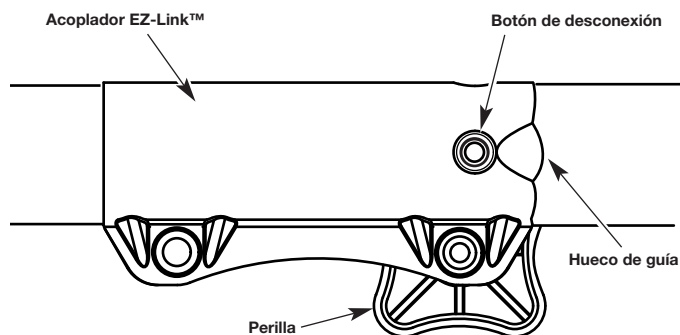

Fig. 16
NOTA: La alineación del botón de desconexión con el hueco de guía facilitará la instalación (Fig. 16).
1. Gire la perilla en sentido antihorario para aflojarla (Fig. 16).
2. Opima y sostenga el botón de desconexión (Fig. 16).